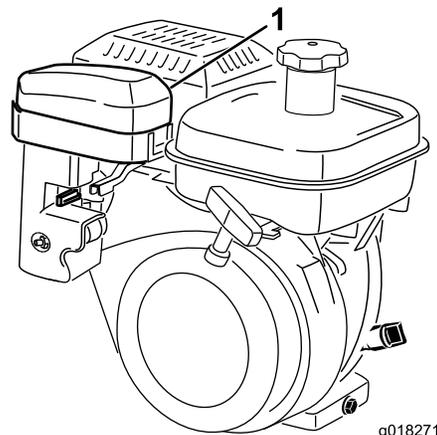
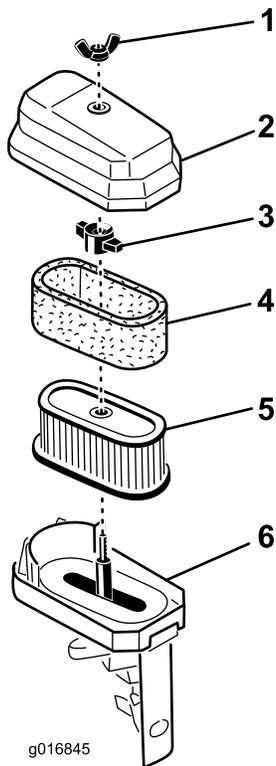

图36
图37
2. 拧掉将空气滤清器盖固定到空气滤清器上的蝶型螺帽然后取下滤清器盖。彻底清洁滤清器盖 图36 和 图37。
3. 如果泡沫滤芯变脏请将其从纸质滤芯中取出图37。彻底清洁泡沫滤芯。